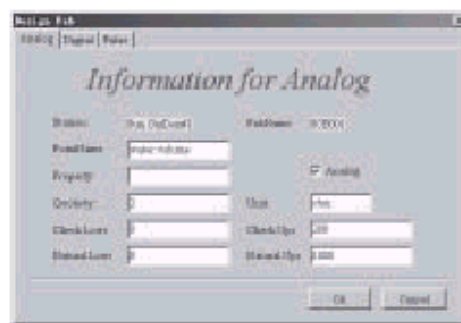

Fig. 4-14 Definición del Puerto de Telemetría
Paso 5. Configure **Puerto I4**, **Puerto I5** y **Puerto I6** como **Volumen de agua-Volumen de Gas-Valor de Electricidad** respectivamente, como se ve en la Fig. 4-14.